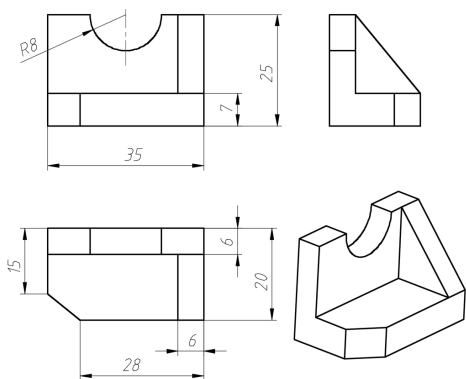
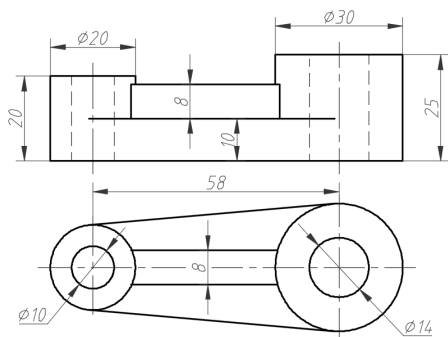

图 3-66 组合体 3
图 3-69 组合体 6
2. 建立如图 3-66~图 3-69 所示的组合体的模型。